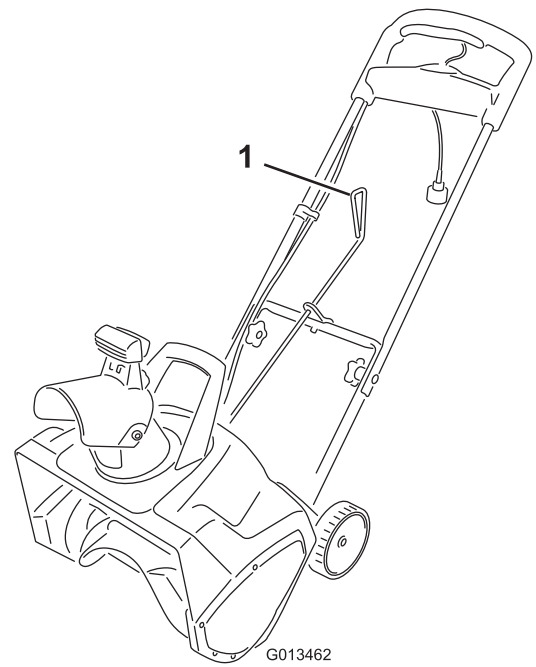
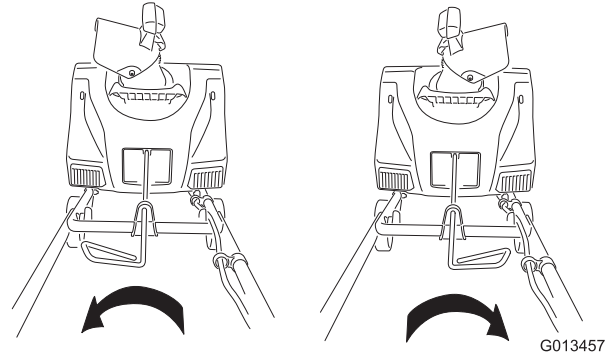

Figure 6
Figure 7
4. Vérifiez que la poignée de la tige d'orientation de l'éjecteur est dirigée vers le haut (Figure 6) et insérez la tige dans le trou de clavette au dos du carter.
6. Bougez la poignée de la tige d'orientation de l'éjecteur pour vérifier qu'elle bouge dans la même direction que l'éjecteur (Figure 7).
Pour régler l'éjecteur, déplacez la poignée de la tige d'orientation dans la direction dejection de la neige recherchée (Figure 6 et Figure 7).